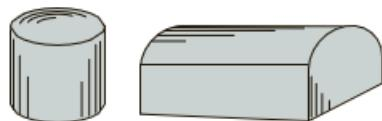

Рис. 1 – Рихтовальные бабки
Рихтовальные бабки (рис. 1) применяют, как правило, для рихтовки заготовок из материалов высокой твердости или предварительно закаленных.
*Рихтовка* — правка термически обработанных (закаленных) заготовок — осуществляется на рихтовальных бабках (см. рис. 1) при помощи специальных рихтовальных молотков.